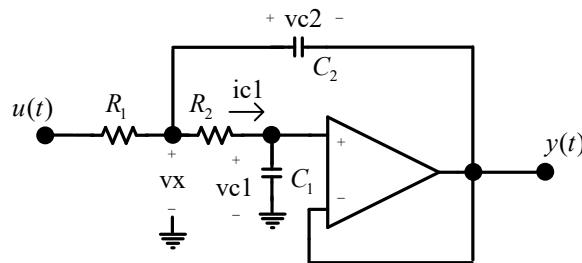

Figura 1 – Sistema analógico
1. Realizar a montagem do sistema da Figura 1, verificando as características da planta analógica (resposta transitória) e determinar a função de transferência do sistema contínuo a partir das informações do ensaio experimental e da modelagem teórica e comparar com a simulação no Matlab/Phyton.